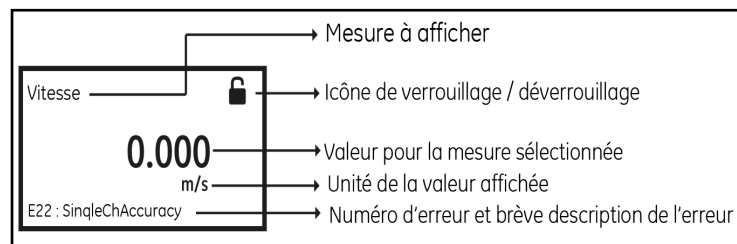

Figure 22 : Affichage des mesures
Après la mise sous tension, si *Measurement View* (affichage des mesures) du compteur (se référer à la *Figure 22*) Si une icône de verrouillage apparaît en haut à droite de l'écran, suivez les étapes ci-dessous pour déverrouiller le compteur en mode de verrouillage du clavier.
- Enfin, un *Measurement View* (écran des mesures) (Voir *Figure 22*)
Cet écran (se référer à la *Figure 22*) sera désigné par le terme « *Measurement View* » (Affichage de mesure) tout au long de ce chapitre. L'utilisateur peut choisir la mesure à afficher dans cette vue à partir d'une liste d'options. L'indicateur d'erreur situé en bas à gauche de l'écran sera vide si le compteur ne présente aucune erreur.